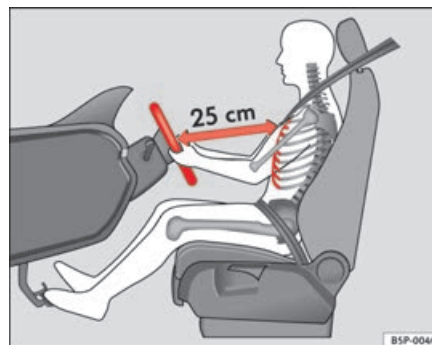

Fig. 135 Posizione corretta sul sedile di guida
- Posizionare il volante nel modo desiderato $\Rightarrow$ fig. 135.
- Regolare il sedile del conducente o la posizione del volante in modo tale che la distanza tra il volante stesso e lo sterno del conducente sia di almeno 25 cm ⇒ pag. 167, fig. 135. Se la distanza minima non viene rispettata, l'efficacia del sistema degli airbag si riduce, con gravi rischi per l'incolumità delle persone (non escluso quello di morte).